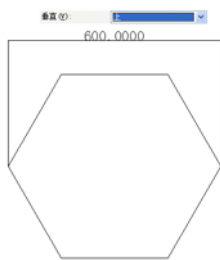
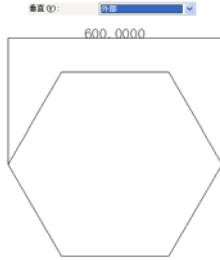

图 9.30 选择【上方】选项
图 9.31 选择【外部】选项
- 【垂直】下拉列表框：用于设置标注文字相对于尺寸线在垂直方向的位置，其下拉列表如图 9.28 所示。其中，选择【居中】选项可以把标注文字放在尺寸线中间，如图 9.29 所示；选择【上方】选项，将把标注文字放在尺寸线的上方，如图 9.30 所示；选择【外部】选项可以把标注文字放在远离第一定义点的尺寸线一侧即和所标注的对象分列于尺寸线的两侧，如图 9.31 所示，选择【JIS】选项则按 JIS 规则放置标注文字，如图 9.32 所示。